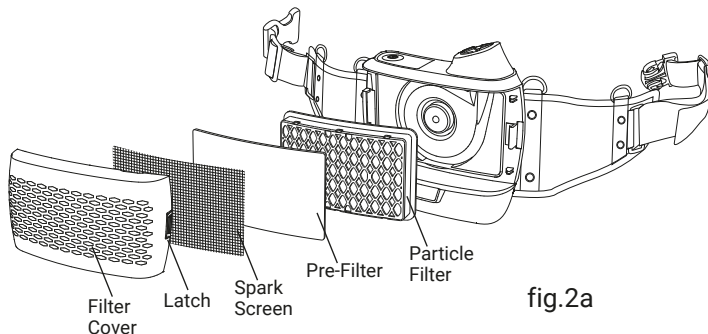

fig.2a
- Installer venligst partikelfilteret i henhold til fig. 2a.